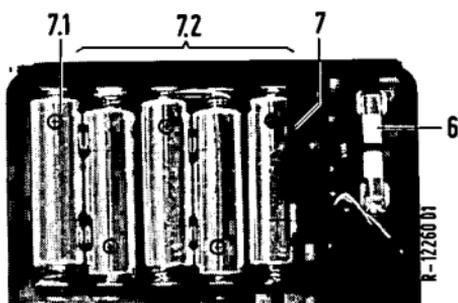

Bild 7 Unterseite abgenommen
- Zeiger mittels Abgleichpotentiometer (4) auf 0 Ω einregeln
- Läßt sich der Zeiger nicht mehr auf Endausschlag einregeln oder bleibt die Anzeige nach dem Einregeln nicht konstant, muß die Batterie für die Widerstandsmessung ausgewechselt werden (s. Bild 7 und Abschn. 5.2 „Batteriewechsel“).
- Batterie bzw. Sicherung wechseln; beim Einsetzen der neuen Zellen (5 x IEC LR6) auf richtige Einbaulage achten (s. Bild 7). Nur auslaufsichere Zellen verwenden.